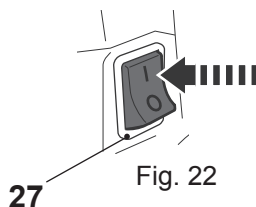

Fig. 22
- > Mettez l'interrupteur [27] sur "I" (démarrage à froid au à chaud) (Fig. 22).